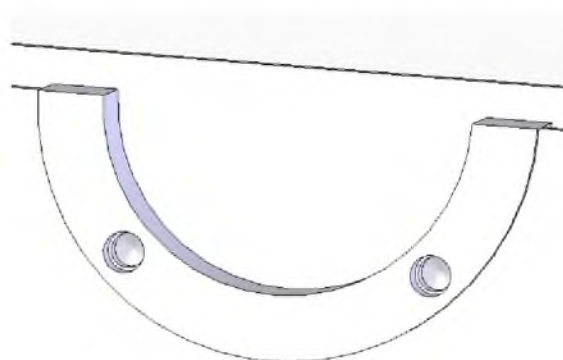

Рис.40
2. Дважды нажмём клавишу Enter или кнопку Ok  (рис. 40).